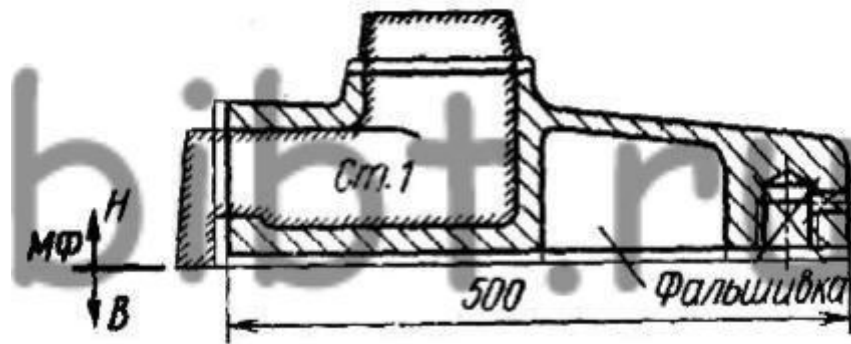

Рисунок 3 Графическое изображение технического решения
3. Использовать минимально допустимое число стержней или не применять их (см. рисунок 3, второй стержень заменен «фальшивкой»).